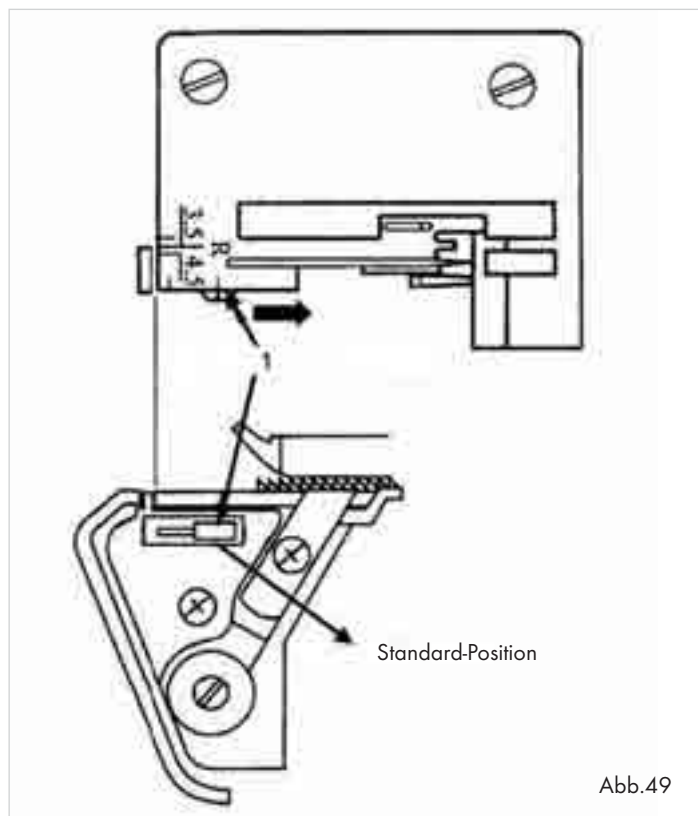

Abb.49
- Öffnen Sie die Frontklappe ⑩.
- Schieben Sie den Nahtbreitenschalter ⑬ auf „S“, damit der Nahtbreitenfinger vorgeschoben wird (1)(Abb. 49).